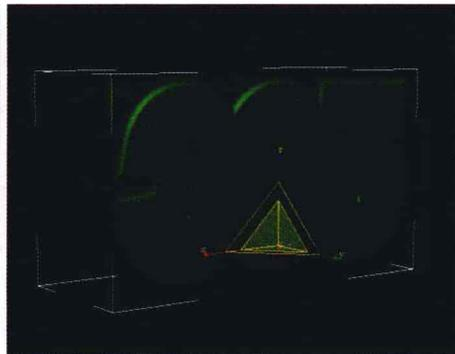

图 1-21
2. 选择文字，选择修改器中的修改列表，按下键盘“B”键，选择【Bevel Profile】(倒角放样)，点击【拾取放样】  按钮，拾取场景中圆滑后的线，得到如图 1-21 所示效果。